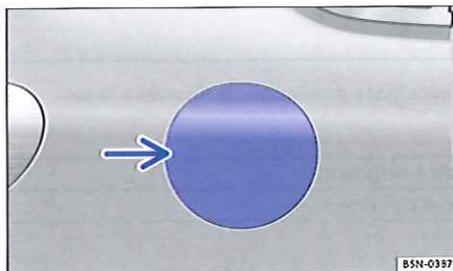

Fig. 183 Côté arrière droit du véhicule : ouverture de la trappe à carburant.
- Appuyez sur le côté extérieur gauche de la trappe à carburant ⇒ fig. 183 (flèche) ; la trappe à carburant sort légèrement.